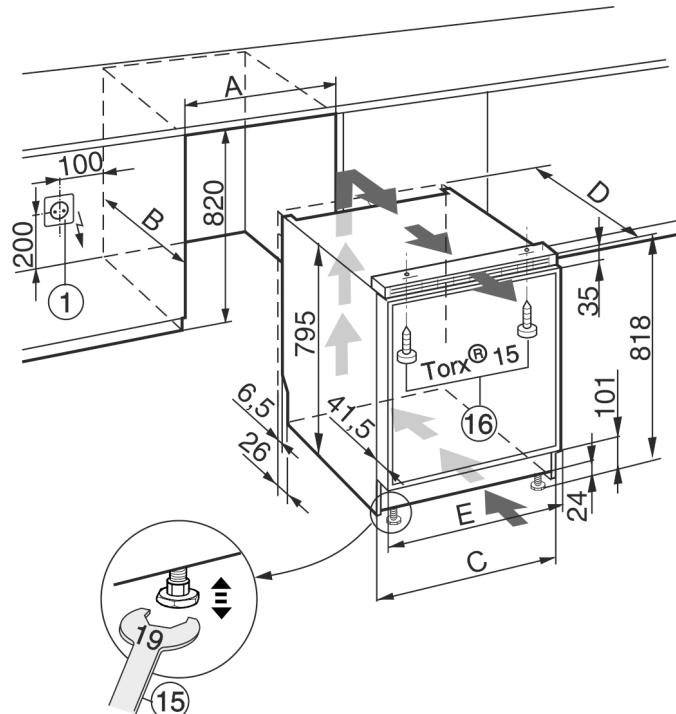

Fig. 12
- Розетка Fig. 12 (1) должна находиться рядом с устройством и должна быть легко доступной.
- ▶ Выровняйте устройство, вращая установочные ножки приложенным рожковым ключом Fig. 12 (15).
- ▶ Закрепите устройство прилагаемыми винтами Fig. 12 (16) вверху на столешнице и/или на кухонной мебели.